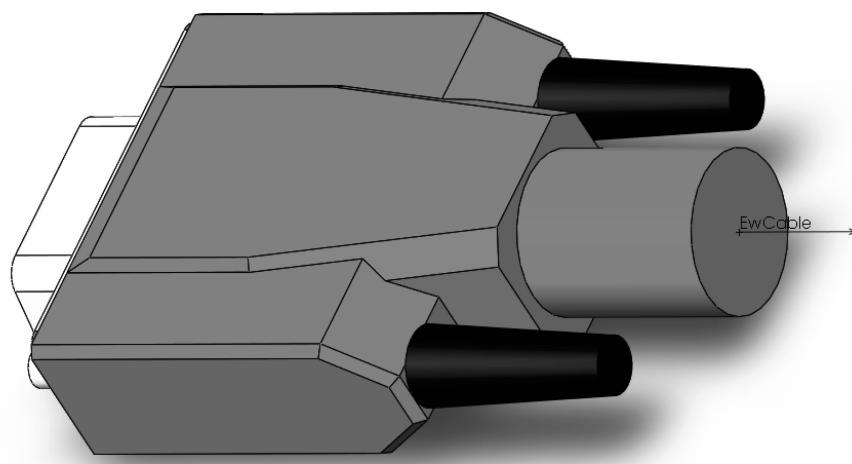

图 15-12 创建电缆连接点
**步骤3 创建电缆连接点** 使用电气零件向导添加 EwCable 连接点，如图 15-12 所示。